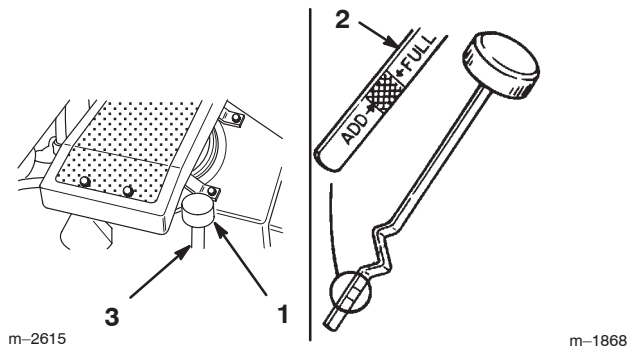

Bild 20
2. Reinigen Sie den Bereich um den Ölpeilstab herum (Bild 20), damit kein Schmutz in den Einfüllstutzen gelangen und so den Motor beschädigen kann.
3. Schrauben Sie den Ölpeilstab los und wischen Sie das Metallende ab (Bild 20).
4. Schieben Sie den Ölpeilstab vollständig in den Einfüllstutzen (nicht in den Einfüllstutzen einschrauben) (Bild 20). Ziehen Sie den Peilstab wieder heraus und prüfen Sie das Metallende. Gießen Sie, wenn der Ölstand zu niedrig ist, nur so viel Öl langsam in den Einfüllstutzen, dass der Ölstand die Voll-Marke erreicht.
5. Gießen Sie ca. 80 % der auf Seite 27 angegebenen Ölmenge langsam in den Einfüllstutzen (Bild 20).